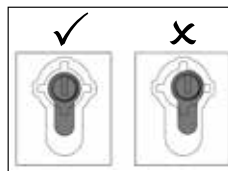

Abb. 5
- ! **Hinweis:** Besonders bei bündig abschließenden Zylindern muss die Walze des Zylinders wie in Abb. 5 dargestellt in der Öffnung zentrisch/mittig ausgerichtet sein.